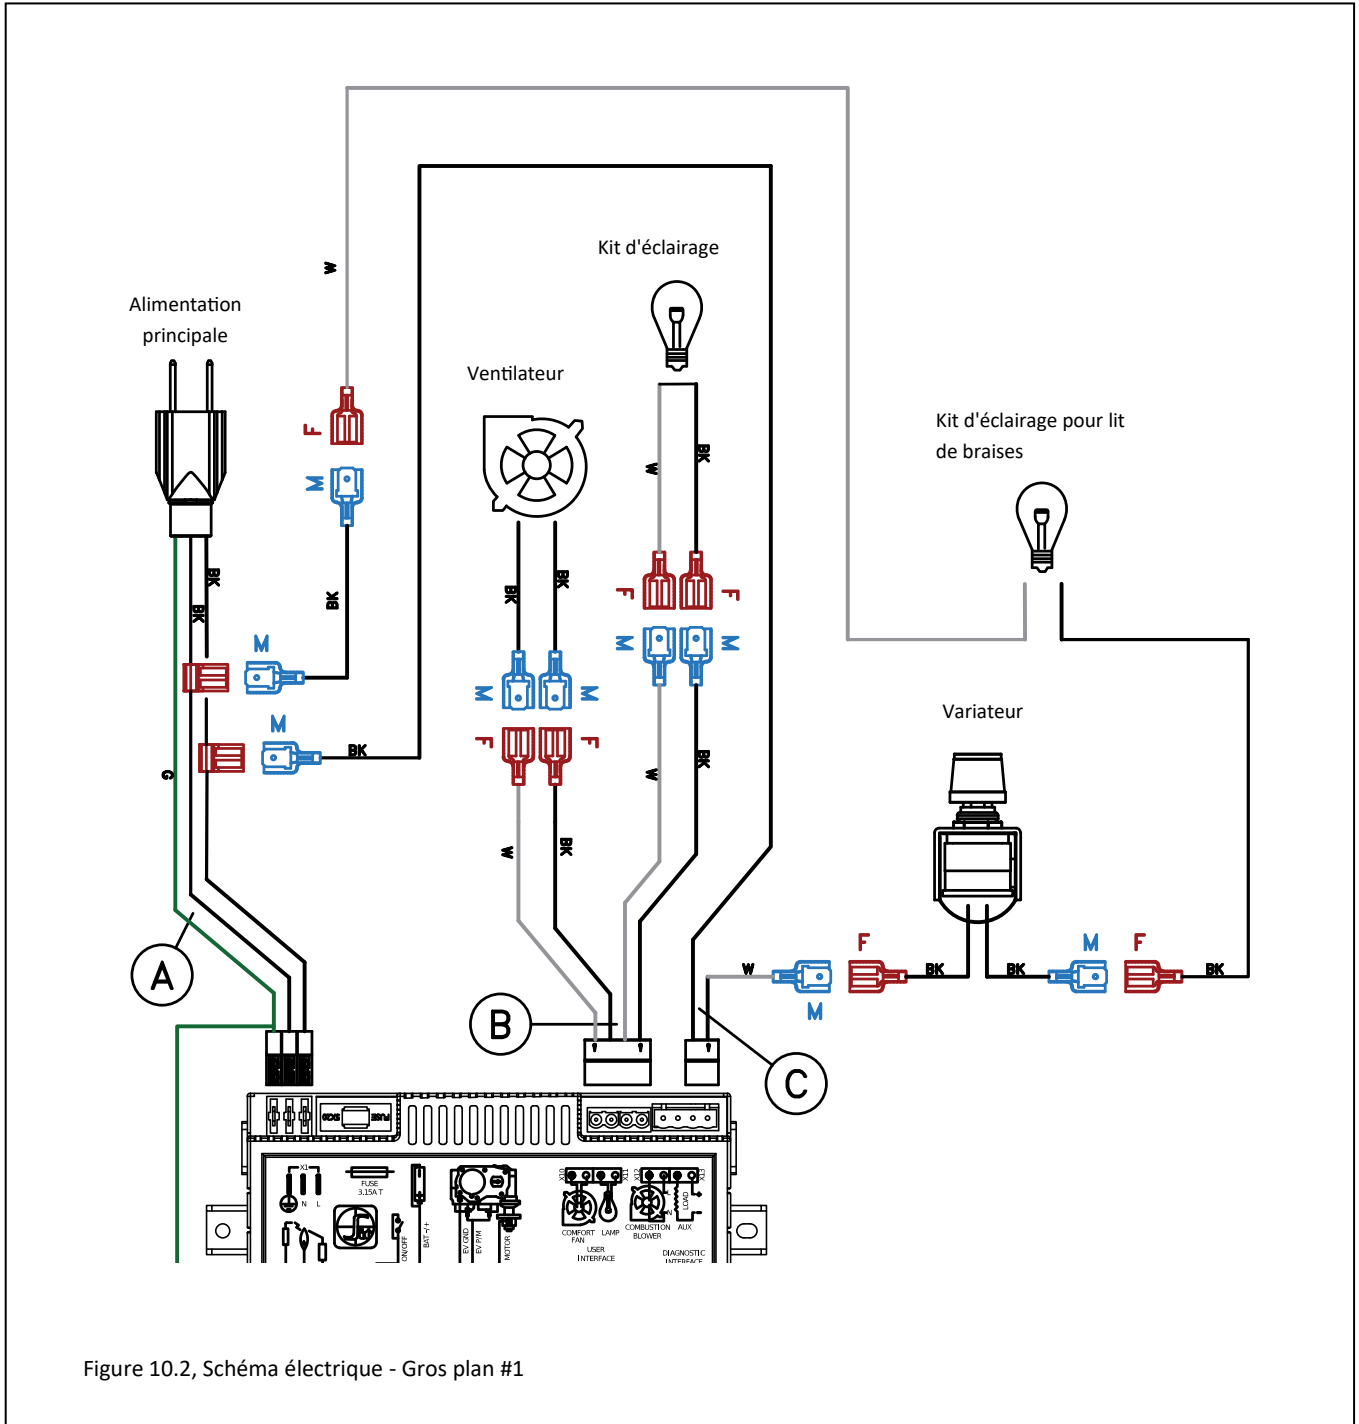

Figure 10.2, Schéma électrique - Gros plan #1
- La figure 10.2 montre un gros plan du schéma de câblage. Cette figure montre le cordon d'alimentation principal, le kit de ventilateur, le kit d'éclairage supérieur et le kit d'éclairage du lit de braises.